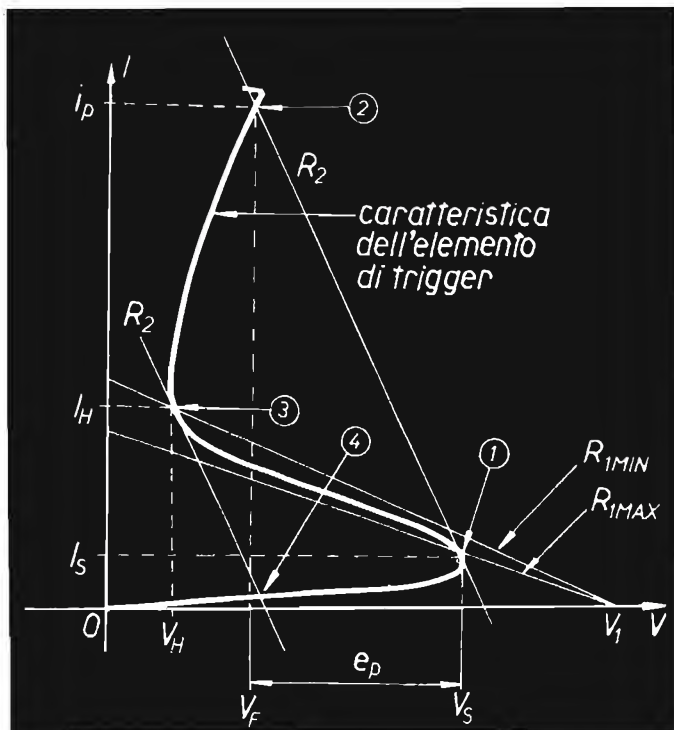

figura 14
La curva caratteristica dell'elemento è riportata in figura 14: se  $R_1$  è aumentata al suo massimo valore che mantenga le oscillazioni, troviamo che la sua linea di carico interseca la curva dell'elemento nel punto (1) dove il fronte della resi-
Se  $R_1$  è modificato al minimo valore che mantenga le oscillazioni, la sua nuova linea di carico interseca la curva dell'elemento al punto (3). Qualsiasi valore minore può provocare che l'elemento rimanga conduttivo in alcuni punti operativi stabili compresi tra (2) e (3). Aumentando  $R_1$  oltre il valore massimo di oscillazione si provoca l'interruzione dell'operazione nei punti compresi tra (1) e l'origine. Un importante fattore che non compare in figura 14 e che spesso non è specificato sui Data Sheets dei componenti è il tempo di commutazione o tempo di salita. Un dispositivo che commuti lentamente dal punto (1) al punto (2) non vi arriverà mai, poiché esso scarica il condensatore in tempi intermedi e raggiungerà la curva del dispositivo tra i punti (2) e (3).